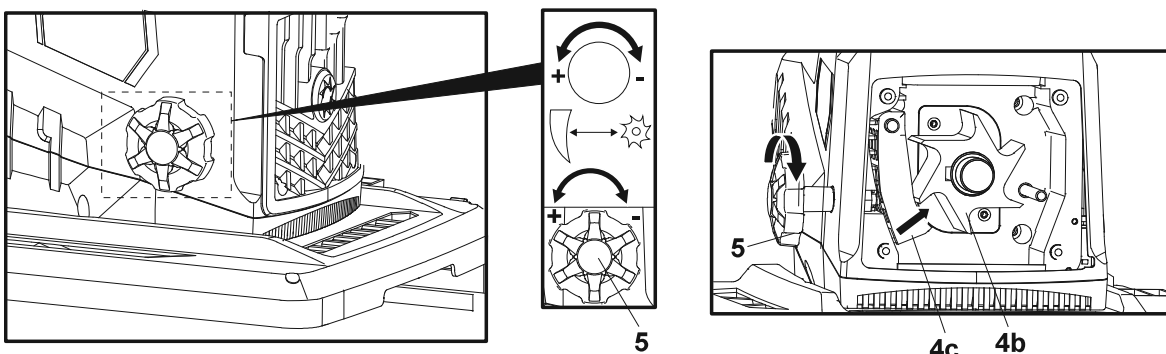

Fig. 6
2. Rode lentamente o botão de ajuste (5) para a direita até ser audível um barulho de raspagem (placa metálica em contacto com a cabeça do cortador). Vão cair limalhas finas de alumínio pela conduta de descarga (Fig. 6).
3. Assim que o ruído de raspagem for audível, rode o botão de ajuste (5) 1/4 de volta para a esquerda. Certifique-se de que a placa metálica não está em contacto com a cabeça do cortador.